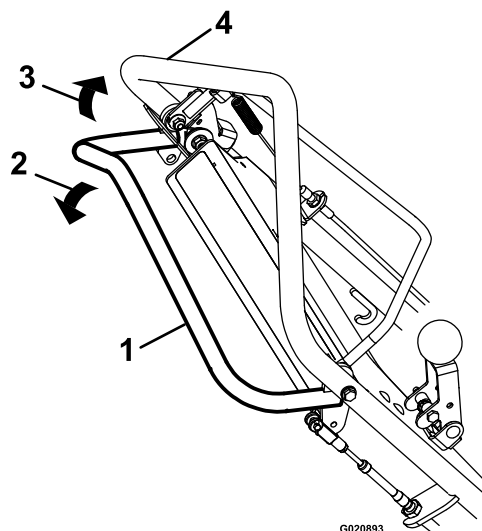

Figure 11
- Pour avancer, serrez la barre de commande d'autopropulsion contre le guidon (Figure 11).